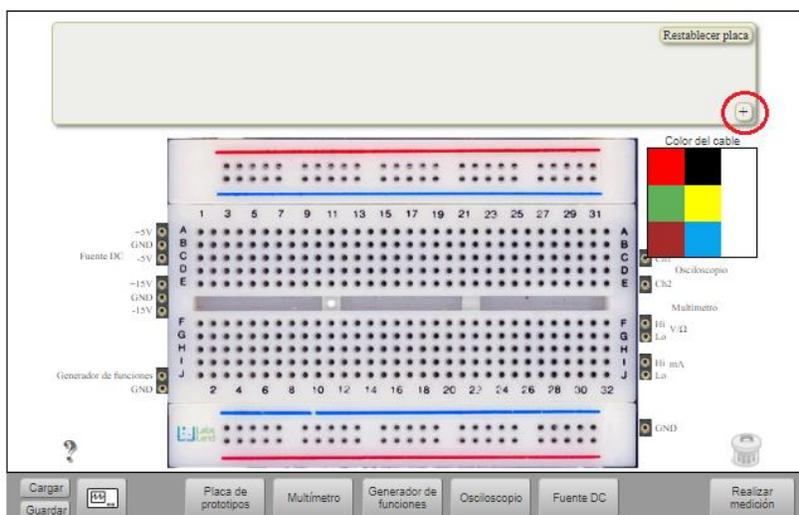

Figura 5. Laboratorio Remoto HIVE para trabajar con circuitos.
1. Desde la plataforma de Aprende U, podrá acceder al Laboratorio VISIR HIVE que se encuentra disponible. Visualizará un entorno de trabajo como el mostrado en la Figura 5, donde podrá construir sus circuitos.
1. Vuelva nuevamente a acceder al Laboratorio VISIR HIVE o reinicie un experimento nuevo de forma que aparezca el entorno de trabajo como el mostrado en la Figura 5.